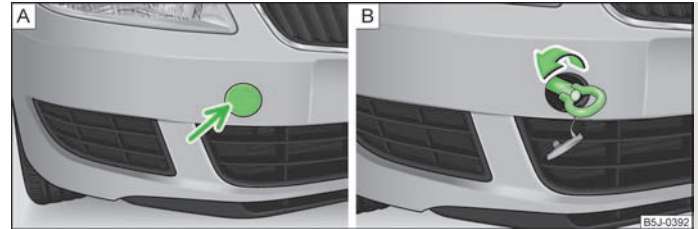

Abb. 137 Vorderer Stoßfänger: Abdeckkappe / Einbau der Abschleppöse
- Auf die linke Hälfte der Abdeckkappe im Pfeilbereich drücken » Abb. 137 - A.
- Die Abschleppöse von Hand nach links bis zum Anschlag einschrauben » Abb. 137 - B. Für das Festziehen empfehlen wir, z. B. den Radschlüssel, die Abschleppöse eines anderen Fahrzeugs oder einen ähnlichen Gegenstand zu verwenden, der durch die Öse gesteckt werden kann.